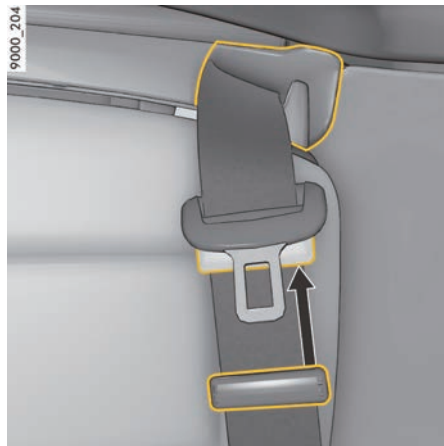

图 5: 解下安全带
3. 引导安全带锁扣至卷收器滚轮的偏转托架下方约 7 cm 处并且使用塑料滑槽锁止（图 5）。塑料滑槽用于在易于接触的位置握住安全带锁扣。